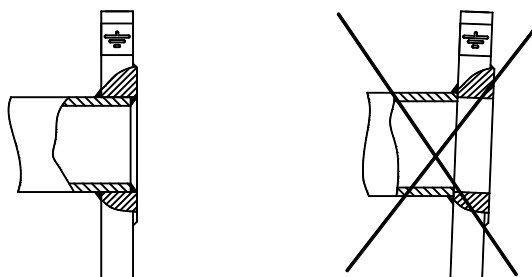

Рисунок 8.7
Перед включением расходомеров в электрическую сеть необходимо заземлить их составные части (см. рис.8.7).
**ВНИМАНИЕ!!!** На датчики расхода, монтаж которых выполнен с нарушением требований ГОСТ 12820-80 (соединение труба-фланец), гарантийные обязательства не распространяются (см. рисунок 8.7).